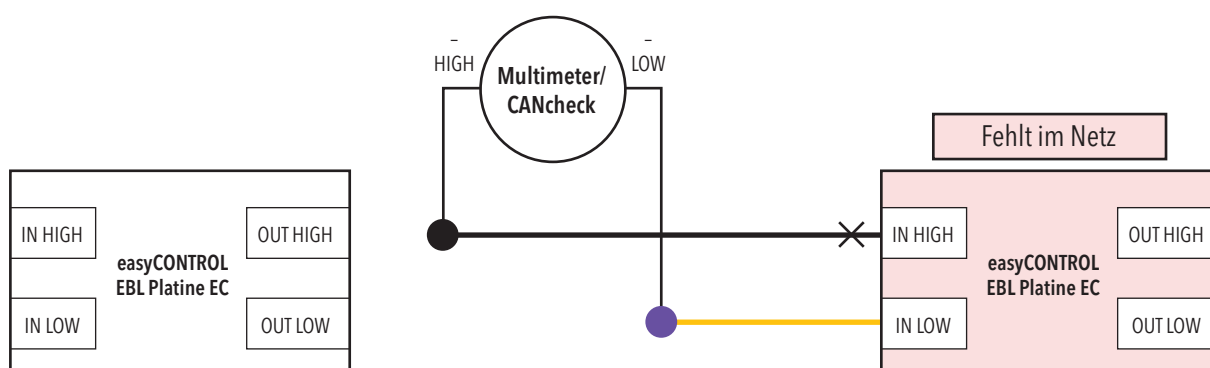

Abbildung 87. Messaufbau zur Detektion einer nicht angeschlossenen Leitung
2. Die Leitung des Vorgängers vom fehlenden Teilnehmer abklemmen und das Multimeter oder den CANcheck anschließen. *Siehe Abbildung 87.*